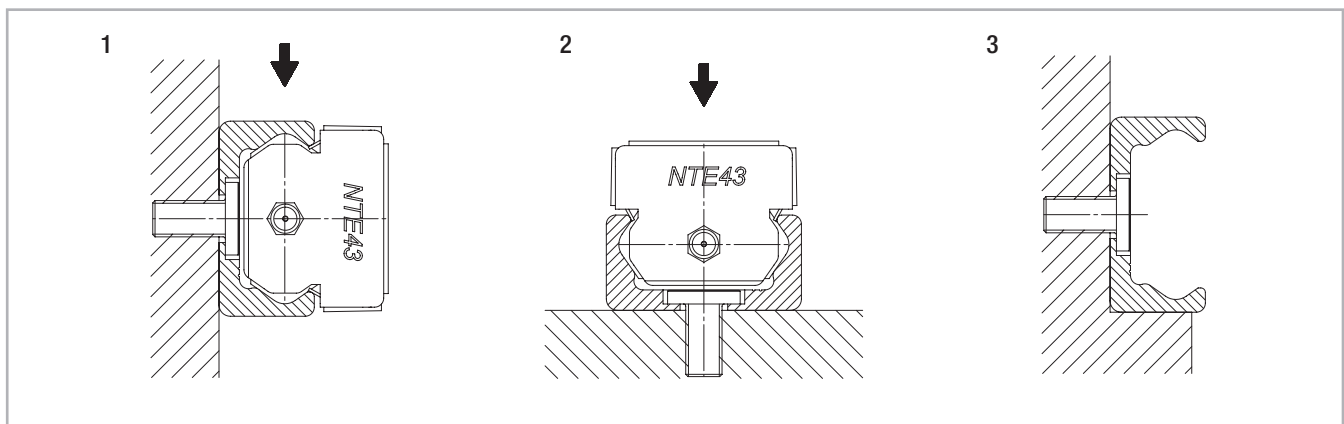

Fig. 101
Les rails en T et en K peuvent être montés dans deux positions différentes par rapport à la force externe. Dans le cas d'une charge axiale agissant sur le patin (fig. 101, pos. 2), la capacité de charge admissible est réduite en raison des roulements à billes radiaux utilisés. C'est pourquoi les rails doivent, si possible, être montés de telle manière que la charge en résultant soit appliquée dans le sens radial sur les galets (fig. 101, pos. 1). Le nombre des trous de fixation dans le rail en combinaison avec les vis de la classe de résistance 10.9 est fonction des capacités de charge. Dans le cas d'applications critiques avec des vibrations ou si une plus grande rigidité est exigée, le soutien du rail
s'avère judicieux (fig. 101, pos. 3).